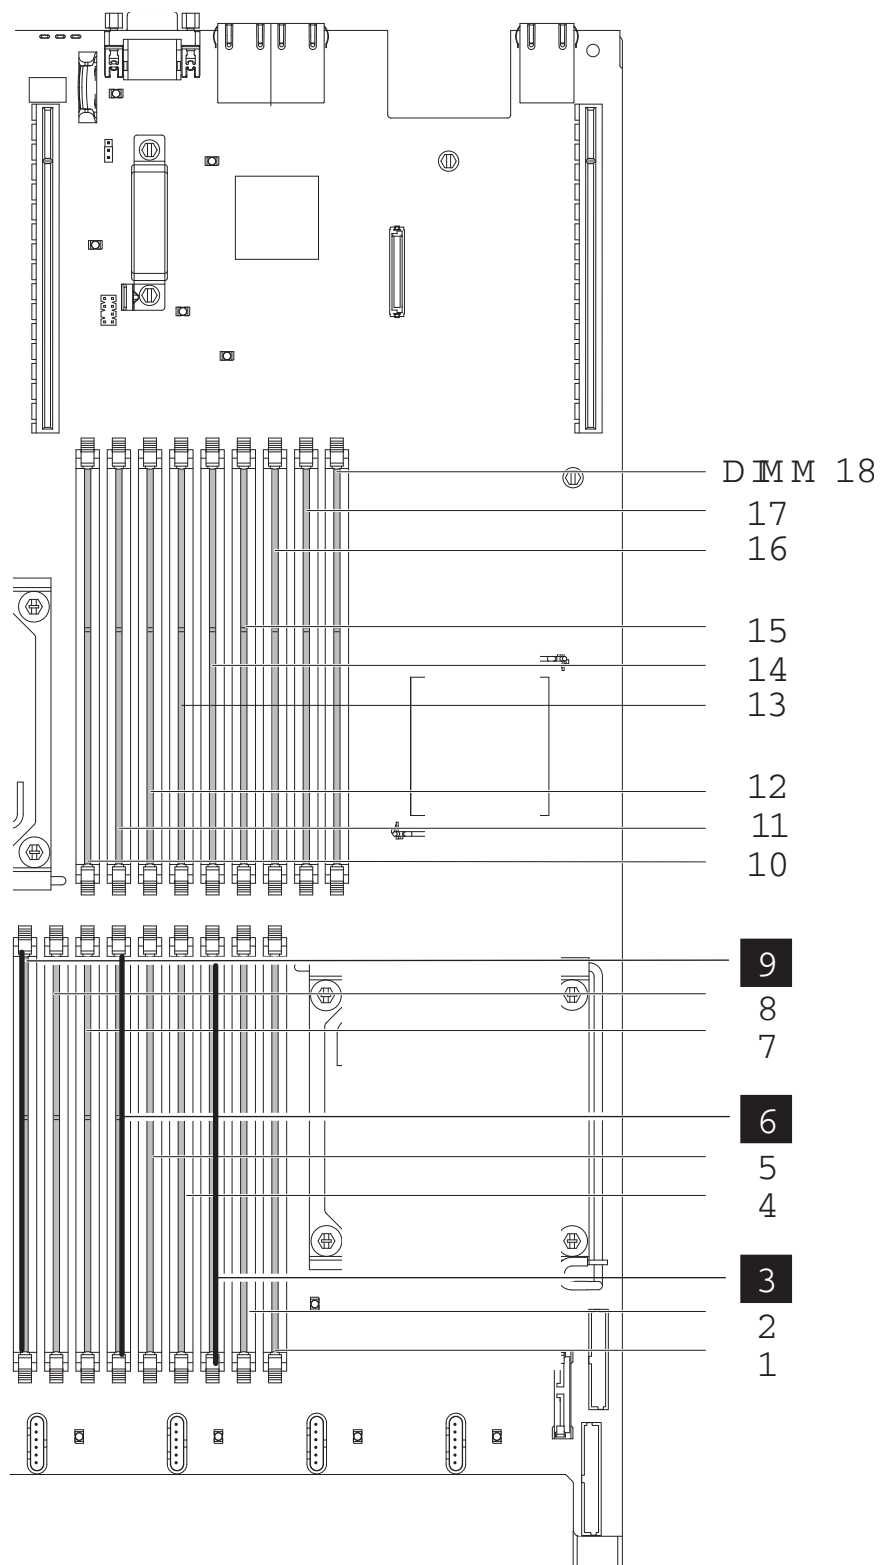

図 111. SAN ポリ्यूーム・コントローラー 2145-CG8 メモリー・モジュールのを見つけ方
- SAN ボリューム・コントローラー 2145-CG8 ノードは、DIMM スロットで 3 つのモジュールを使用します。 147 ページの図 111 に示すように、**3**、**6**、および **9** です。